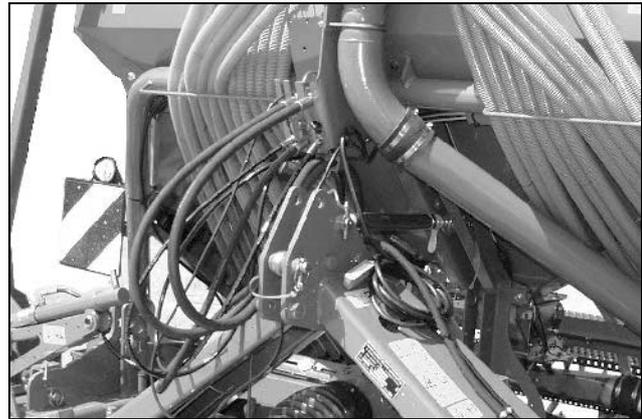

Fig. 47
- Enlevez les flexibles hydrauliques du tracteur et accrochez les en position de parking (Fig. 47).